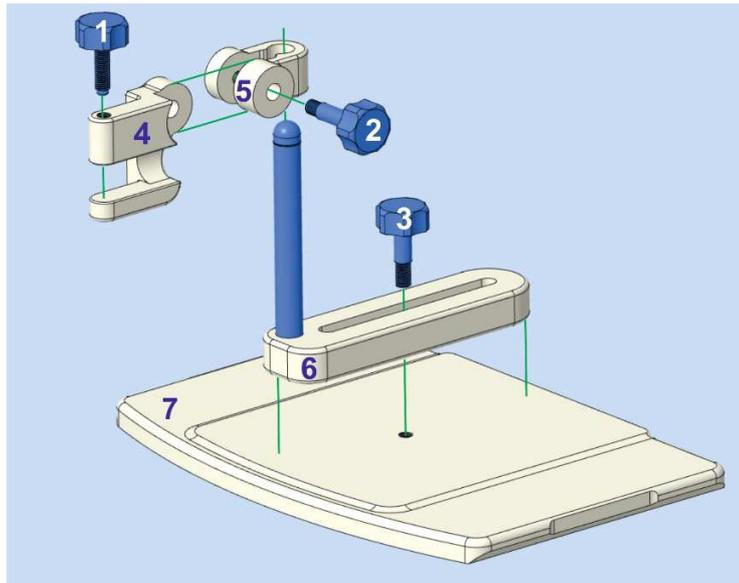

Figura 13: Desmontado ER Coil Support.
- b. Desmonte el ER Coil Support cómo se indica en la Figura 13.